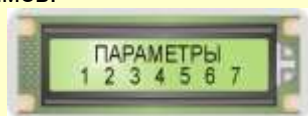

Рис. 2.2. Вид общего меню режима «Параметры» Режимы применения №4
2.6.1. Нажать кнопку «ГРАД», ввести пароль «16729». На ЖКИ БУК высветится общее меню режима «Параметры» Режимы применения № 4 (см. рис. 2.2), которое состоит из 7 подрежимов: